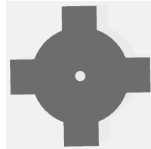

図 2 DC モータ回転軸取り付け遮蔽板の形状
- (g) 入力回路①と制御用コンピュータ④はケーブル A（設計した入力回路の仕様に合わせて競技者が用意）により接続する。但し、 $2\times 5\text{P}$ メス/ 10P メス（分岐） 2.54mm ピッチ コネクタ付ケーブル（販売：秋月電子通商）でも構わない。また、ケーブル A により入力回路①に 5V の電源を供給する。
- (h) 入力回路①とケーブル X で接続するフォトインタラプタは、KI1233-AA（販売：秋月電子通商）を使用する。
- (i) DC モータの回転軸に取り付ける遮蔽板は円形で図 2 のように羽根が 4 枚ついている。